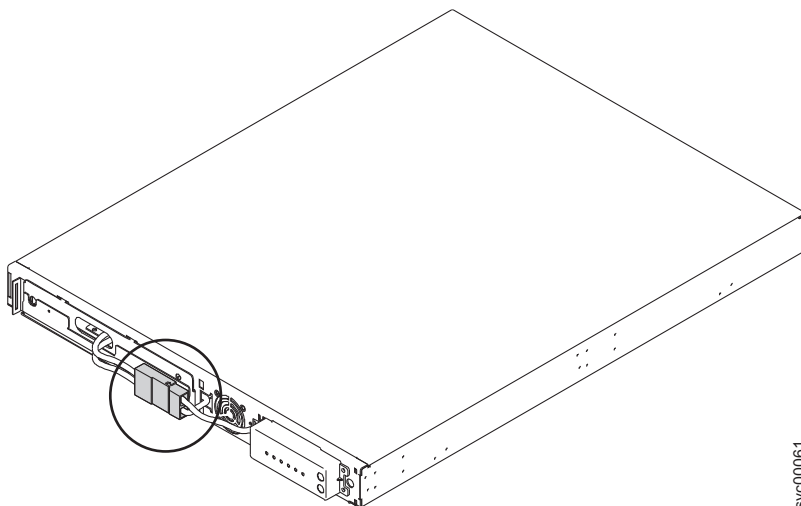

図 319. 内部バッテリー・コネクタを適所に収めた 2145 UPS-1U
7. 内部バッテリー・コネクタ (図 319 の円内) を接続します。